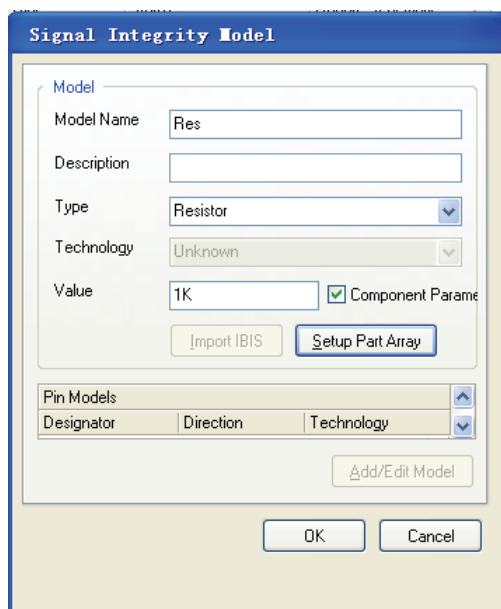
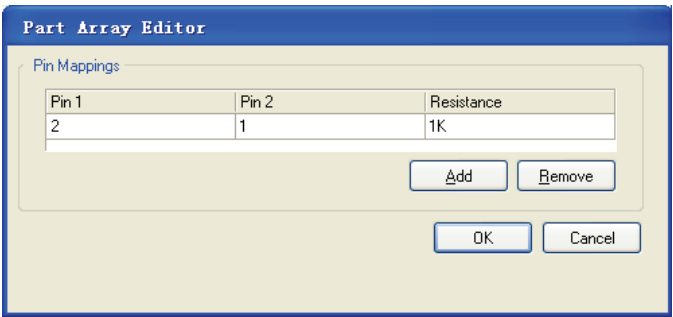

图 12-4 电阻排信号完整性分析模型对话框
图 12-5 元件编辑器对话框
(1) 双击元件，弹出该元件的信号完整性分析模型对话框，如图 12-4 所示。
(3) 在图 12-4 中单击 **Setup Part Array** 按钮，弹出该元件的编辑器对话框，如图 12-5 所示。
(4) 在图 12-5 中，单击 **Add** 和 **Remove** 按钮，即可实现添加或删除引脚的操作。
(5) 在图 12-5 中，单击“Resistance”栏即可进入编辑状态，输入引脚之间的电阻值即可。